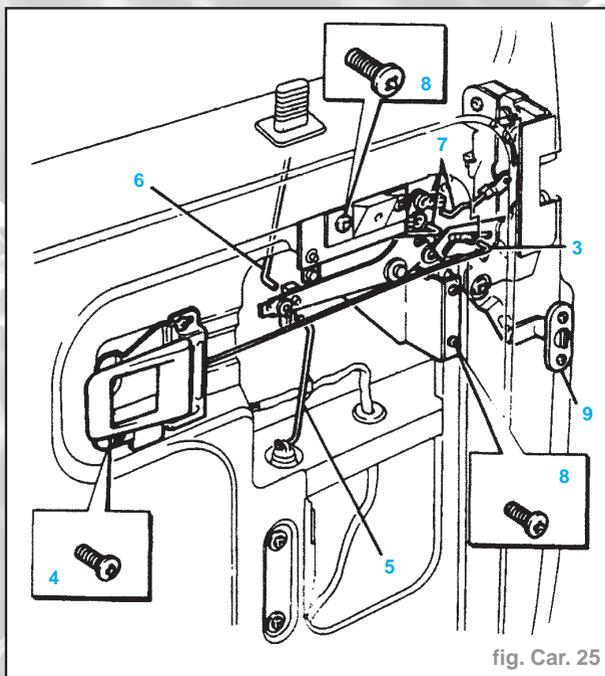

fig. Car. 25
- Dégager la biellette d'accouplement de la poignée d'ouverture intérieure au niveau de la serrure (3) (Fig. Car. 25).